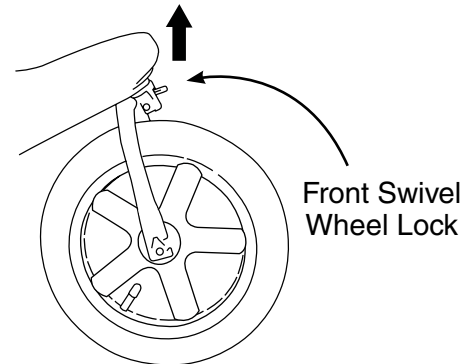

Fig. 15
- **LOCK THE FRONT SWIVEL WHEEL BY PUSHING UPWARD ON THE FRONT SWIVEL WHEEL LOCK PUTTING THE FRONT WHEEL INTO A STRAIGHT POSITION.** (Fig. 15)